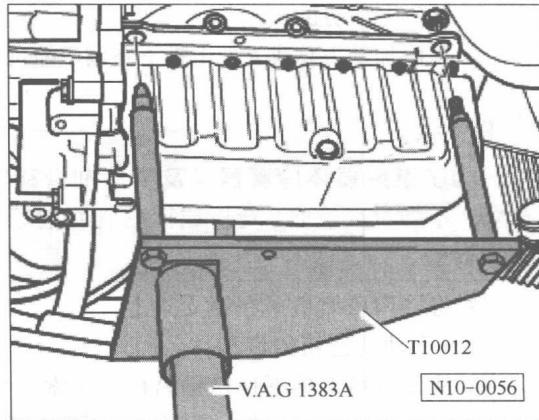

图 2-15 安装发动机支架
⑳ 安装发动机支架 T10012，用 20N·m 的拧紧力矩拧紧汽缸体前面的螺钉 M10×25/8.8，见图 2-15。
㉑ 将发动机和变速箱用发动机和变速箱举升装置 V.A.G 1383A 略微举起，见图 2-15。